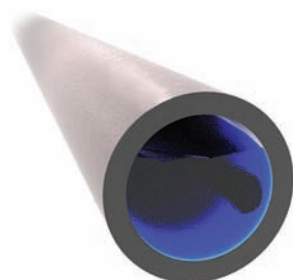

Рис. 3
- 1** Подготовьте трубопровод к монтажу: очистите трубу от грязи и ржавчины (рис. 3).